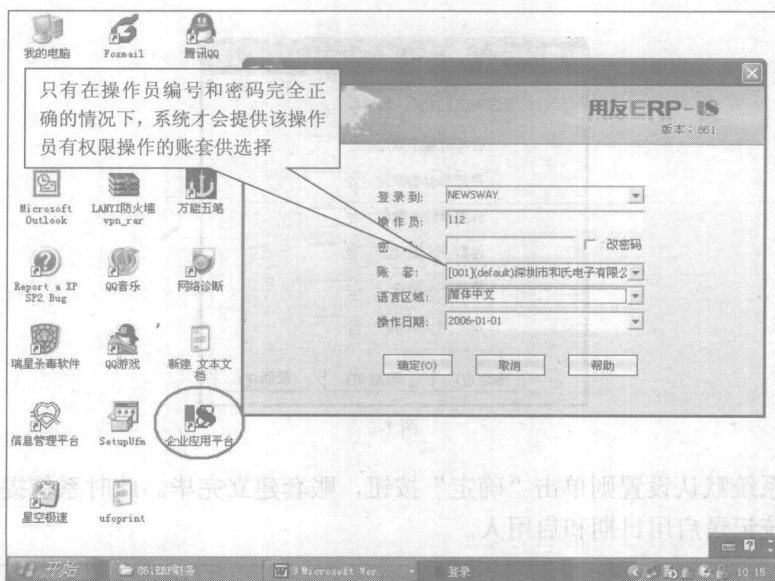

图 1-10
(10) 账套建立完毕之后, 就可以登录账套对其进行操作了, 单击“开始程序\用友 ERP-U8\企业应用平台”进行登录, 如图 1-10 所示 (为了以后使用方便, 最好将“企业应用平台”以快捷方式放到桌面上)。